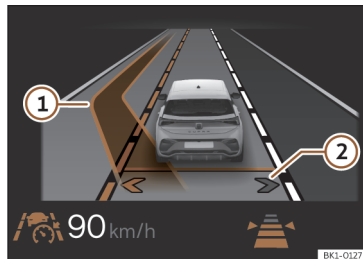

Abb. 128 Im Display des Kombi-Instruments: Anzeige des assistierten Spurwechsels (schematische Darstellung).
Dadurch wird der assistierter Spurwechsel aktiviert. Die Pfeile der eigenen Fahrspur werden im Display des Kombi-Instruments in Grau angezeigt >>> (Abb. 128) ②
Hat das System keine Objekte im Erfassungsfeld der Sensorik erkannt und ist ein assistierter Spurwechsel auf eine benachbarte Spur möglich, wird die entsprechende Spur im Display des Kombi-Instruments neben der eigenen Spur angezeigt. Der Pfeil auf der entsprechenden Seite der Fahrspur wird in Weiß angezeigt >>> (Abb. 128) ②.